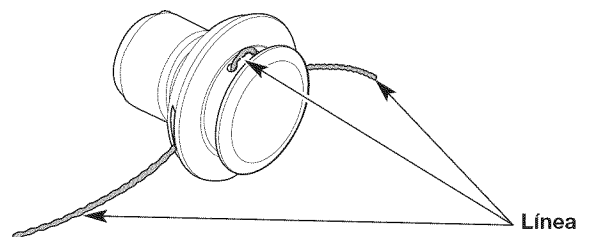

Fig. 15
- Hale los extremos de la línea hasta que la misma esté apretada contra el cabezal de corte. Asegúrese de que los extremos de la línea sean de igual longitud (Fig. 15).